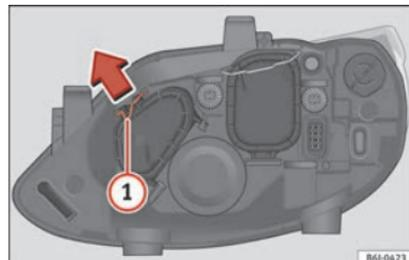

Abb. 180 Standlicht.
- Verschieben Sie die Strebe **1** in Pfeilrichtung und nehmen Sie den Deckel ab **» Abb. 180.**